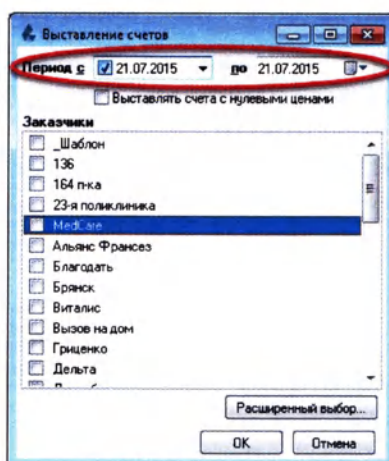

Рисунок 10.3
3. Выставьте необходимый временной период, как показано на рисунке ниже (Рисунок 10.3):